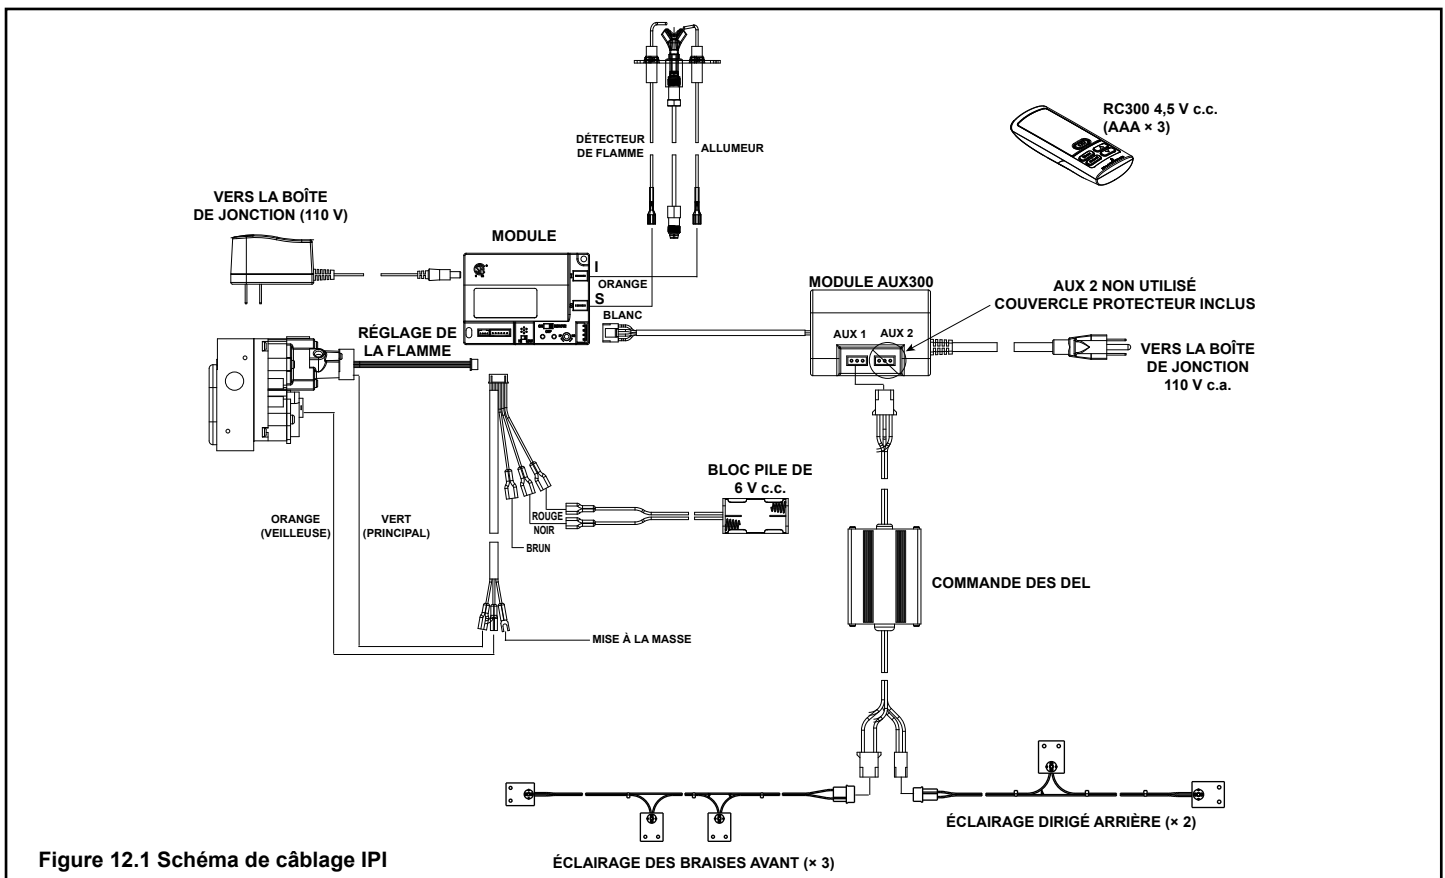

Figure 12.1 Schéma de câblage IPI
- Reportez-vous à la figure 12.1, schéma de câblage IPI.